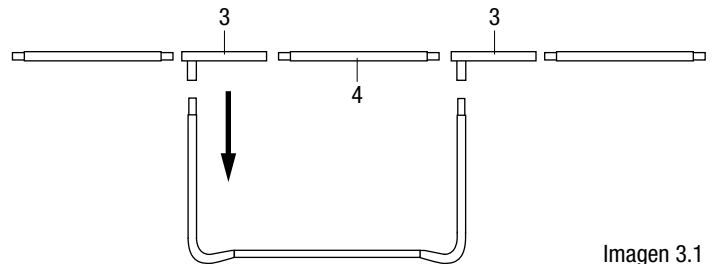

Imagen 3.1
a) Para este paso de montaje necesitará un ayudante. Una persona sostiene el grupo de soporte del paso 2 en posición vertical y une las patas de empalme de un caño del marco con las patas de empalme (3) en un pie de soporte. La otra persona sostiene el otro extremo y conecta un tubo del marco (4) y otro tubo del marco con patas de empalme (3) en otro grupo de soporte. Ahora debería tener dos grupos de soporte que se sostengan mediante un tubo del marco superior con patas de empalme. (Imagen 3.1)